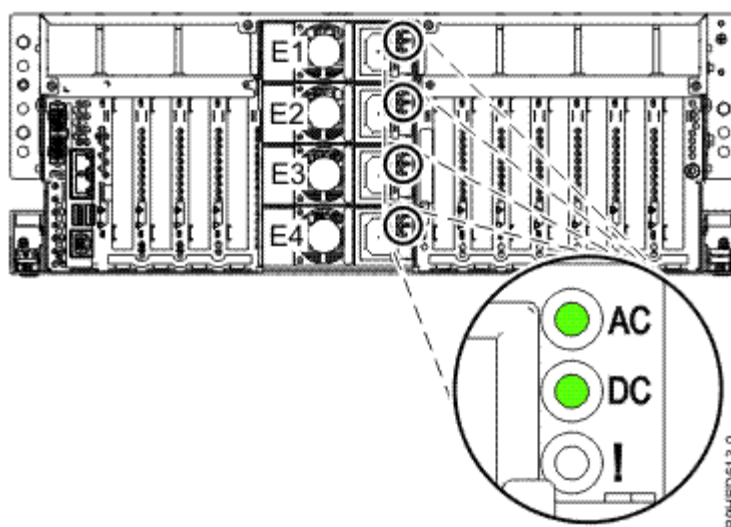
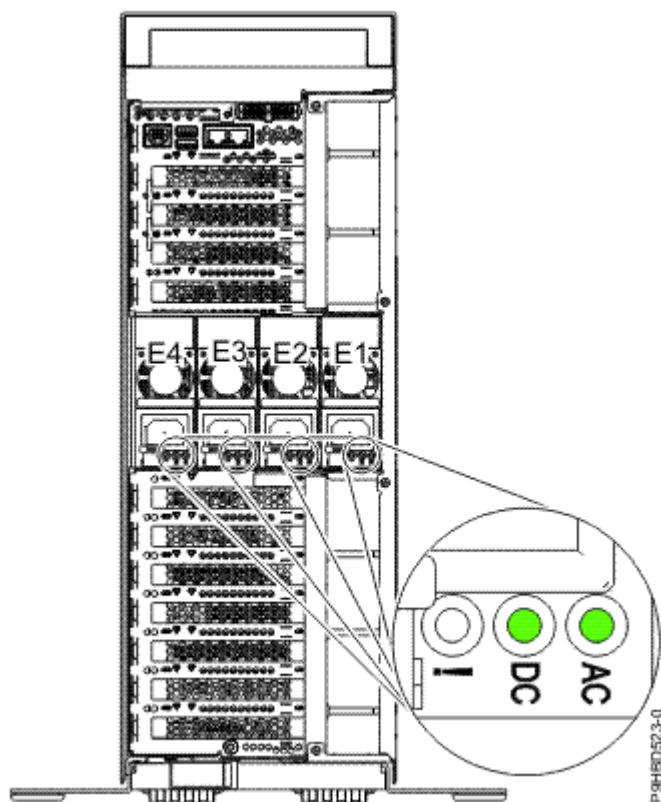

Figura 10. LED de un sistema montado en bastidor con una fuente de alimentación en funcionamiento
Figura 11. LED para un sistema autónomo con una fuente de alimentación en funcionamiento
5. Fíjese en el estado de los LED de la fuente de alimentación sustituida; consulte la Figura 10 en la página 12 o la Figura 11 en la página 13.